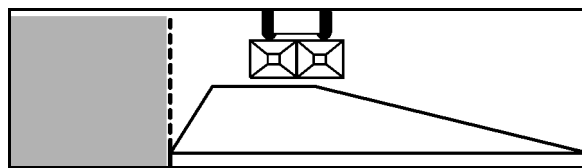
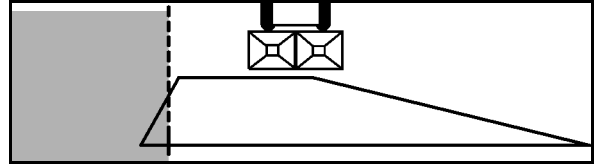

Рис. 69
Рис. 71
1. Распределение по границе в соответствии с предписанием о внесении удобрений (Рис. 69):
3. Распределение по краям (Рис. 71):
Для распределения по границе (в соответствии с предписанием о внесении удобрений) (Рис. 69) или **распределению по краю поля** (рядом расположены собственные, подлежащие аналогичной обработке угодья) (Рис. 71) замените **левый** распределяющий диск **Omnia-Set** (распределение по краю слева), глядя по направлению движения, **на** соответствующий диск с ограничением дальности распределения **Tele-Set**.